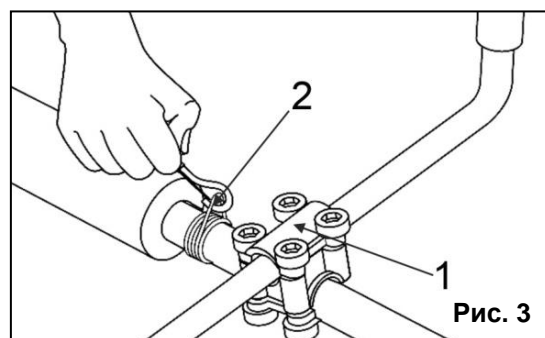

Рис. 3
- Поместите над соединением прижимную крышку (1), зафиксируйте положение ручек, затянув 4 крепящих винта (См. Рис.3).
- Прицепите карабин плечевого ремня к петле крепления (2)(См. Рис.3)